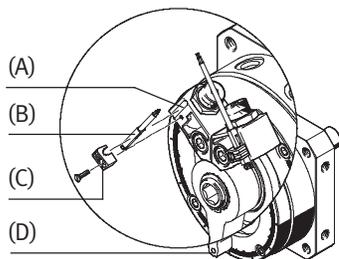
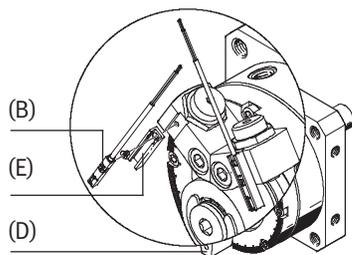

Рис. 21
Рис. 22
- Разместите бесконтактные датчики (B) следующим образом (Рис. 21, Рис. 22):